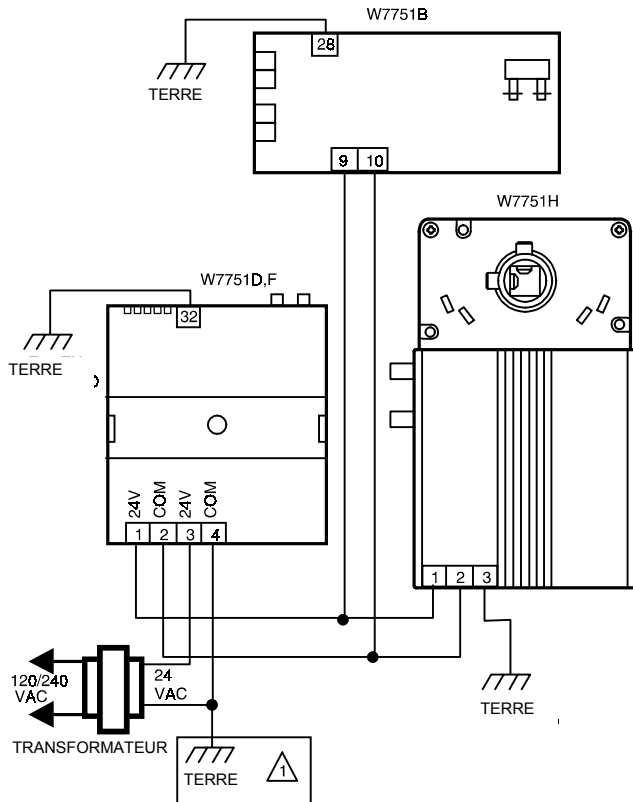

Fig. 10. Câblage de l'alimentation pour plusieurs régulateurs.
- Si plusieurs régulateurs sont alimentés par un seul transformateur, le même côté du secondaire de celui-ci doit être relié à la même borne d'alimentation de chaque régulateur. Les bornes de masse (3 sur le W7751H, 28 sur le W7751B et 32 sur le W7751D,F) doivent être reliées à une terre vérifiée pour chaque régulateur du groupe. Voir Fig. 10.
- Connexions d'alimentation 24 V AC Si plusieurs régulateurs sont alimentés par le même transformateur, vérifier que le secondaire du transformateur est relié à la même borne d'entrée sur chaque W7751. Voir Fig. 10.
- Câblage du régulateur. Vérifier que chaque régulateur est relié (borne 3 sur le W7751H, borne 28 sur le W7751B et borne 32 sur le W7751D,F) à une terre vérifiée, que cette liaison est la plus courte possible et qu'elle est réalisée avec la plus grande section de fil disponible (jusqu'à 2,0 mm² avec un minimum de 1,0 mm². Voir Fig. 10.